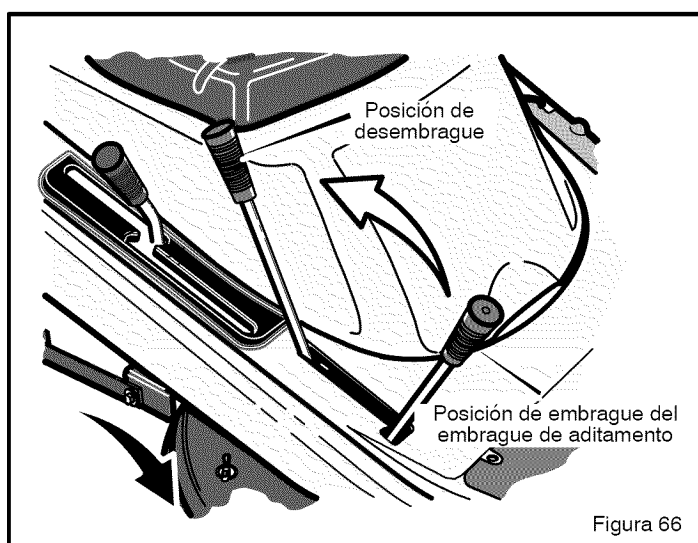

Figura 66
2. Ponga el **embrague de aditamento** en la **posición de DESEMBRAGUE** (Figura 66).